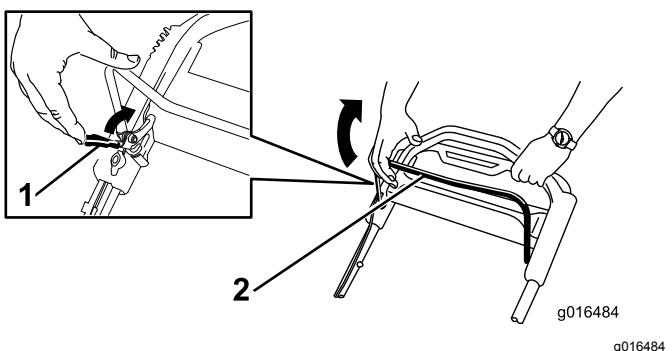

Figure 20
- Ramenez le dispositif de verrouillage de la barre de commande des lames vers la barre de commande des lames (Figure 20).
- Serrez lentement la barre de commande des lames contre le guidon (Figure 20).